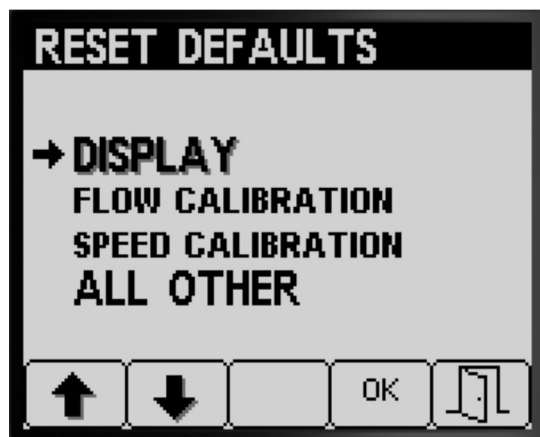

Figura 35
4. Prima o botão 4 para repor das definições para a opção seleccionada (Figura 35).
5. Repita os passos 3 e 4 para outras opções que pretenda repor (Figura 35).
6. Prima o botão 5 para guardar as suas definições, sair do ecrã REPOR PREDEFINIÇÕES e voltar ao ecrã DEFINIÇÕES (Figura 35).